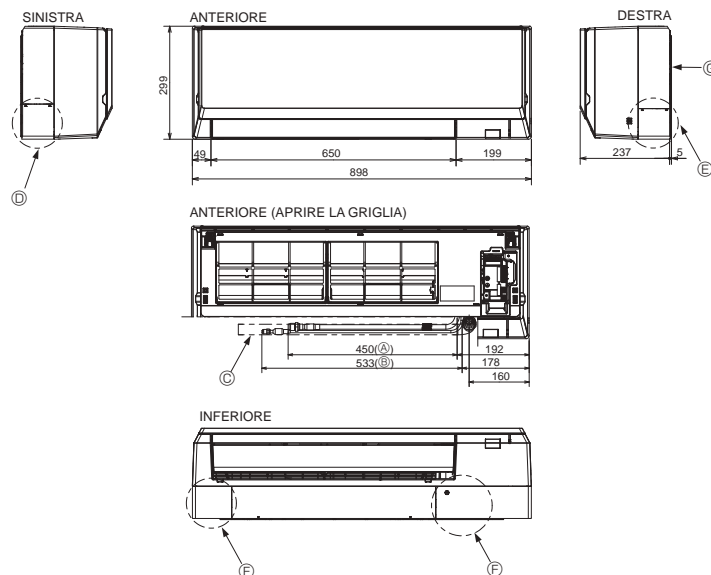

Fig. 4-3
4.3. Posizionamento delle tubazioni del refrigerante e di drenaggio (Fig. 4-3)
- (A) Tubo di trasporto gas * Con accessori installati.
- (B) Tubo di trasporto liquido
- (C) Tubo di drenaggio (Lunghezza effettiva: 500)
- (D) Foro di uscita tubazione sinistra
- (E) Foro di uscita tubazione destra
- (F) Foro di uscita tubazione inferiore
- (G) Piastra di montaggio ①